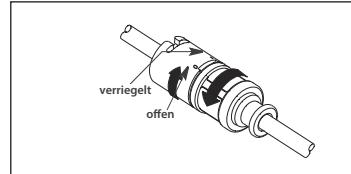

Abbildung 3
- b. Wenn ein Katheter-Kontaminationsschutz mit TwistLock Adapter (sofern enthalten) verwendet wird, sicherstellen, dass das doppelte TwistLock des Katheter-Kontaminationschutzes vollständig geöffnet ist (siehe Abbildung 3).